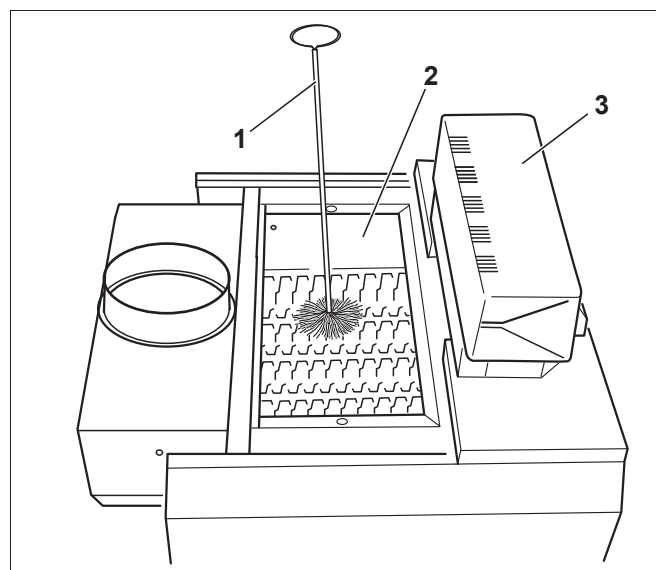

Рис. 39 Чистка газоотводящих каналов
- Снять крышку для чистки коллектора дымовых газов (рис. 39, **поз. 2**).
- Прочистить газоотводящие каналы щеткой для чистки (рис. 39, **поз. 1**).
- Удалить крышку для чистки с коллектора дымовых газов (рис. 39, **поз. 2**).